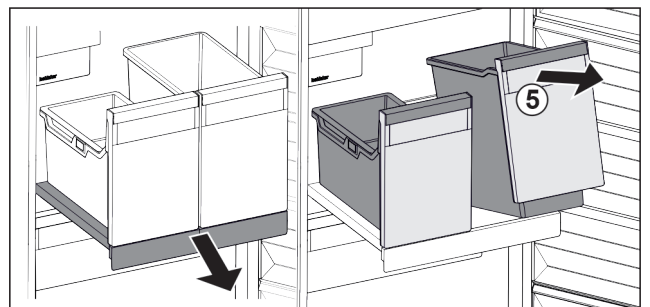

Fig. 84
- ▶ Ridicați recipientul Fig. 84 (5) din față.